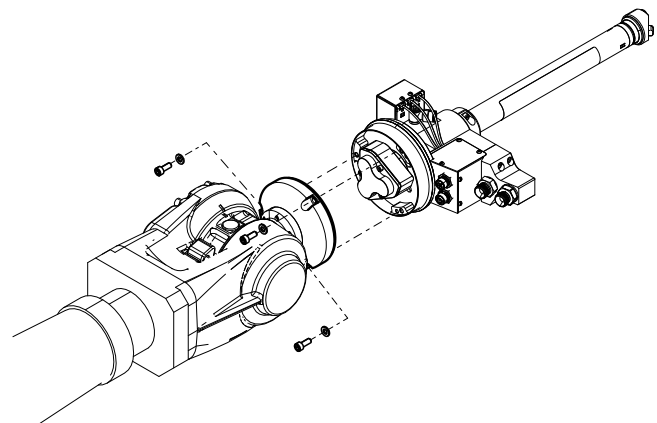

FIG. 8
5. Retirez les vis qui fixent le boîtier pivotant (619) au support anti-rotation.
6. Dévissez les trois vis qui fixent le pistolet Switch 3D à la bride de montage du robot. Voir FIG. 8.